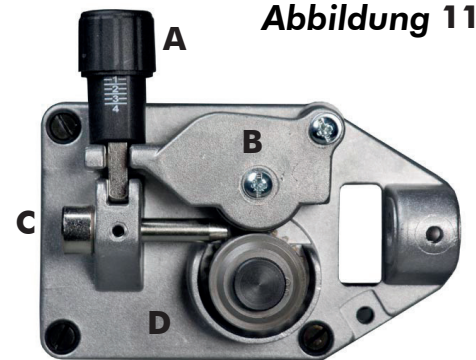

Abbildung 11
- Plastikdrehgriff lockern (A) und senken und den Drahthebel anheben (B) (Abb.11). Etwaige Drahrückstände aus der Drahhülle entfernen.
- Draht aus der Spule lassen und mit einer Zange so festhalten, der er sich nicht abwickeln kann. Das Ende vor dem Einführen in die Führung (C) ggf. gerade biegen. Draht so einführen, dass er über den unteren Rollen (D) verläuft und die Drahhülle eintritt.